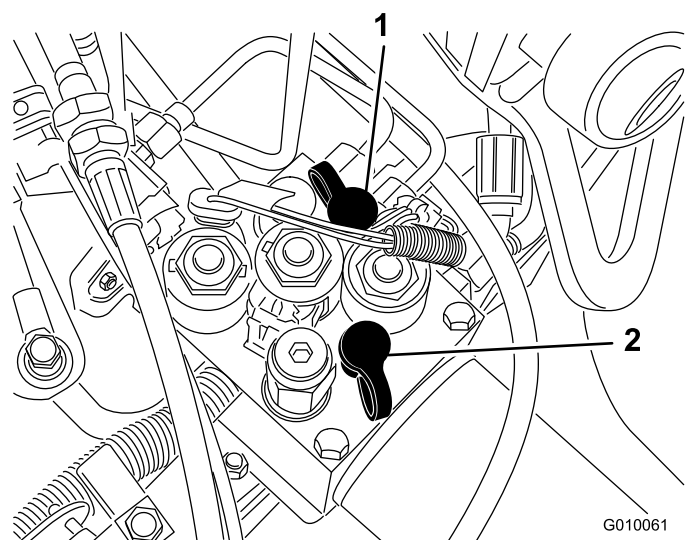

図 61
- テストポートG1 図 61は昇降回路の故障探究用ポートです。
- テストポートG2 図 61は走行チャージ回路の故障探究用ポートです。